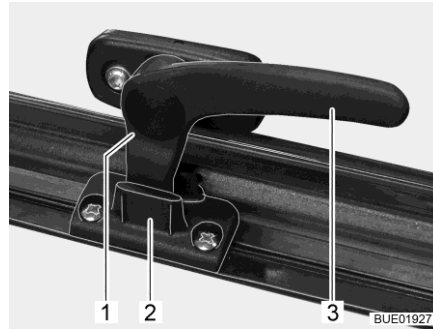

Fig. 23 Leva di serraggio (posizione "Aerazione continua")
- In posizione di "Aerazione continua" (Fig. 23)
- Ruotare la leva di serraggio (Fig. 23,3) di un quarto di giro verso il centro della finestra.
- Ruotare la leva di serraggio di un quarto di giro verso il telaio della finestra. Riportare contemporaneamente il nasello di chiusura (Fig. 23,1) nella rientranza della chiusura della finestra (Fig. 23,2).